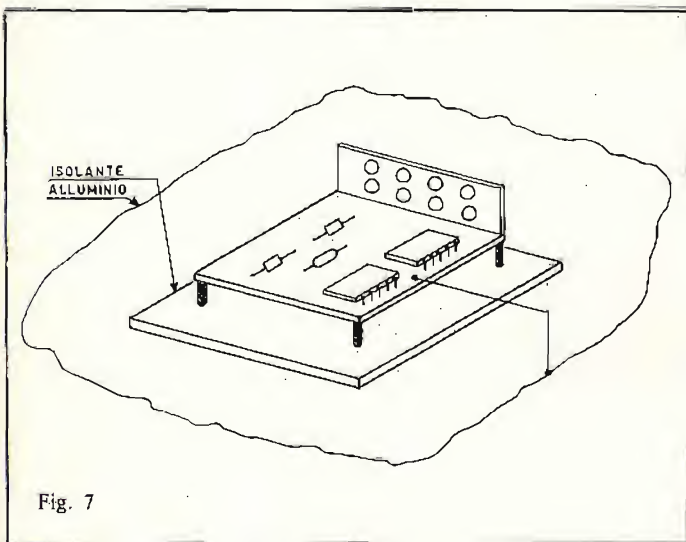

Fig. 7
**Nota:** Il fondo del circuito stampato, durante le prove, può captare ronzio a 50 Hz proveniente dalla rete, che però DEVE scomparire una volta inserito il modulo in un contenitore. Per potere, comunque, effettuare delle prove indisturbati, vi converrà frapporre fra piano di lavoro e circuito un foglio di alluminio collegato alla massa del circuito, separandolo però da quest'ultimo con un foglio di materiale isolante come potete vedere in fig. 7.